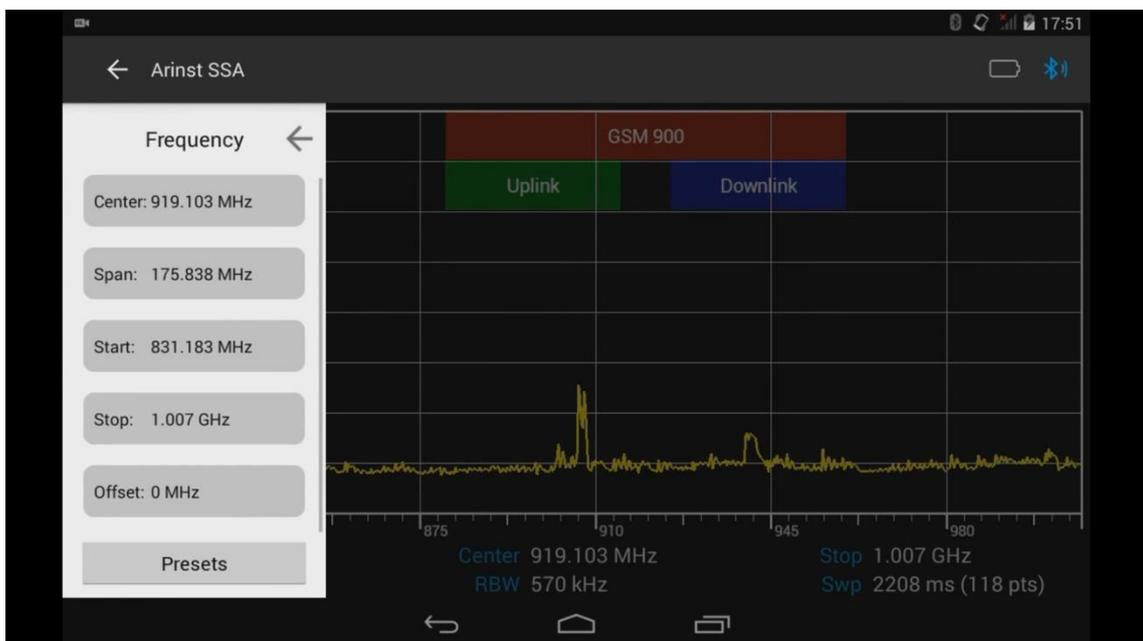

Рисунок 30 – Меню управления рабочим диапазоном частот.
8.5.1. Из главного меню управляющей программы войдите в меню управления рабочим диапазоном частот, нажав меню **Frequency** (Рисунок 30).